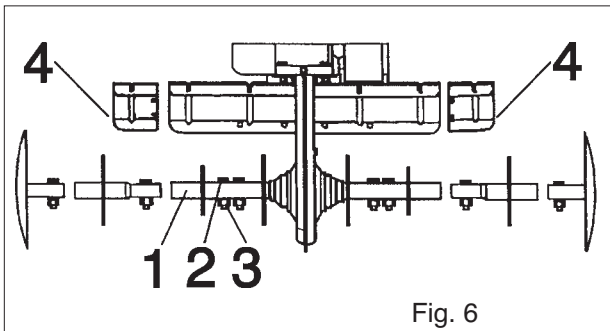

Fig. 6
MONTAGEM DAS FRESAS A SACHO (Fig. 6)
2. Introduzir o canhão das fresas (Fig. 6, pormenor 1) no eixo da motoenxada. Tomar atenção que:
3. Bloquear a fresa a sacho ao eixo da motoenxada por meio dos parafusos (2) e dados (3).
4. Montar as proteções laterais da fresa (5) por meio dos parafusos (6) e dados (7).